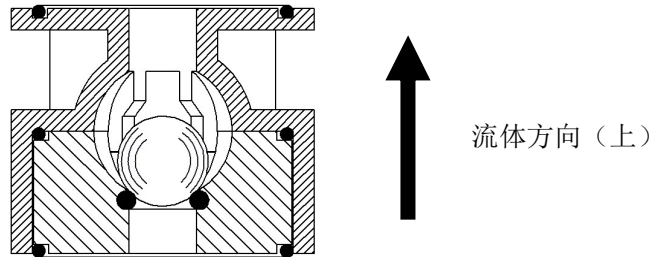

图 13 插装式止回阀
9. 重新安装新阀组件确保阀门的安装方向正确，参考图 13。